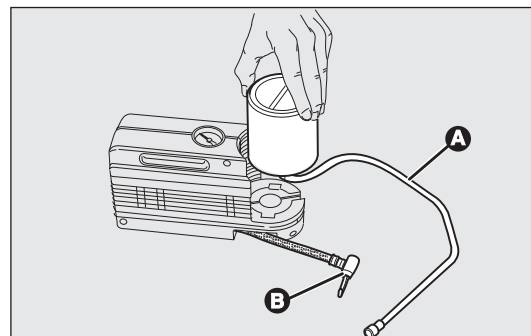

fig. 148
- ☐ desconecte el acoplamiento A-fig. 148;